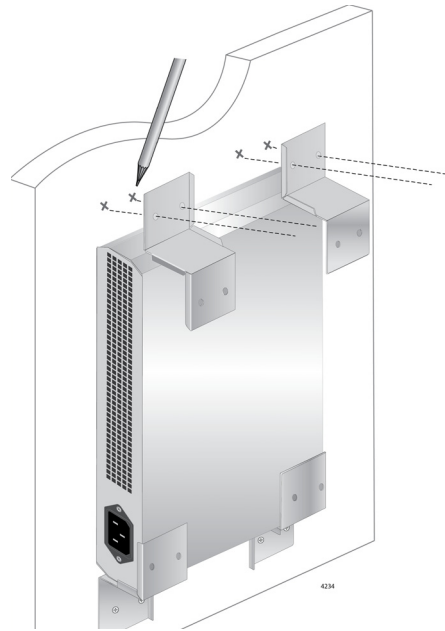

Рисунок 50. Разметка отверстий
9. Поместите два других кронштейна сверху коммутатора и отметьте на стене расположение отверстий под винты, как это показано на рис. 50.